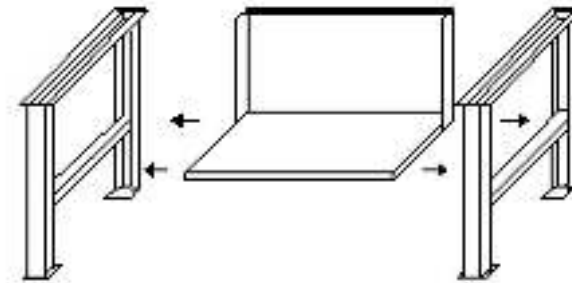
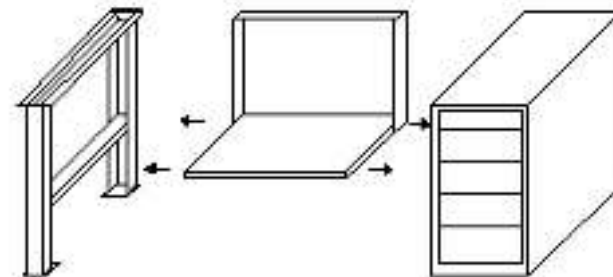
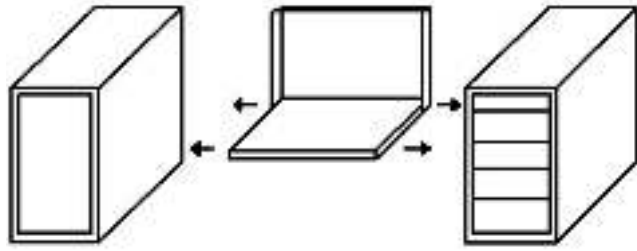

Рис. 2
Рис. 3
Рис. 4
2. В зависимости от комплектации закрепить полку – стенку между опорами (рис. 2), опорой и тумбой (рис. 3) или между тумбами (рис. 4).